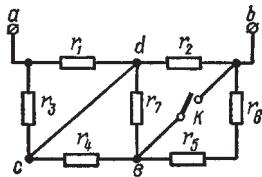

рис. 1
1. Визначити еквівалентний опір кола між точками а і b при розімкнутому і замкненому ключі К (рис.1). Дано: $r_1 = r_2 = r_3 = r_4 = r_5 = r_6 = r_7 = r_8 = 10 \Omega$. (4)